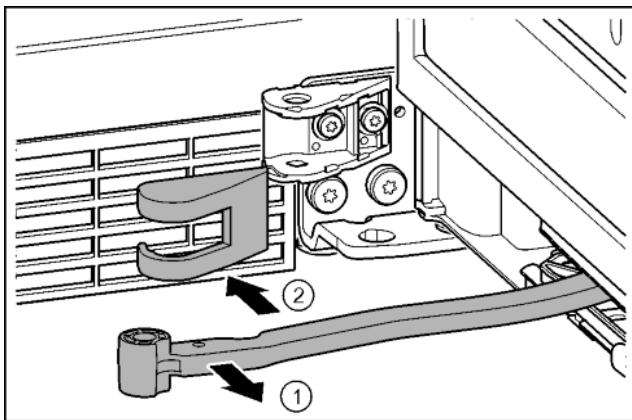

Fig. 18
- Повернуть шарнир в направлении двери. Fig. 18 (1)
- Снять крышку опорного кронштейна. Fig. 18 (2)